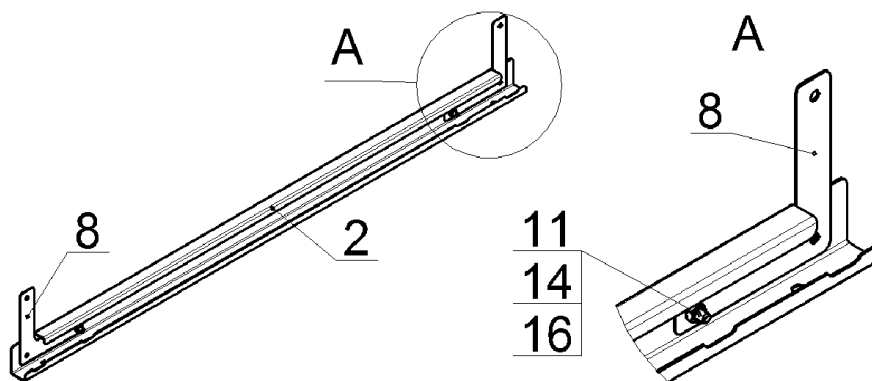
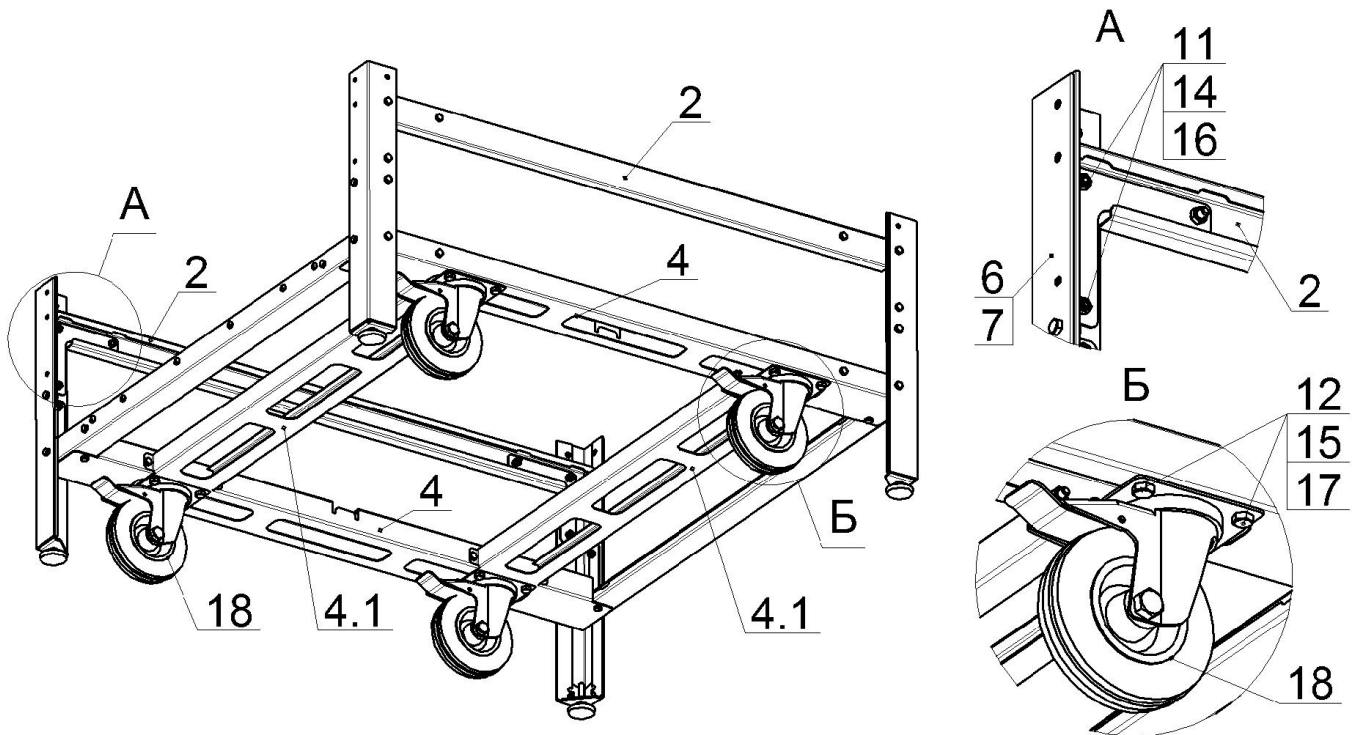

Рис.5
Рис.6
5. Собрать профили боковые верхние, поз.2 (936мм) с угольниками, поз.8 при помощи болтов, гаек и шайб, поз.11, 14 и 16, гайки не затягивать, как показано на рис.5:
6. Закрепить узлы (рис.5) на стойках поз.6 и 7 болтами, гайками и шайбами поз.11, 14 и 16, гайки не затягивать. Закрепить на профилях боковых нижних поз.4 и профилях поперечных, поз.4.1 колёса поворотные поз.18 ботами, гайками и шайбами поз.12, 15 и 17, гайки поз.15 затянуть, как показано на рис.6: